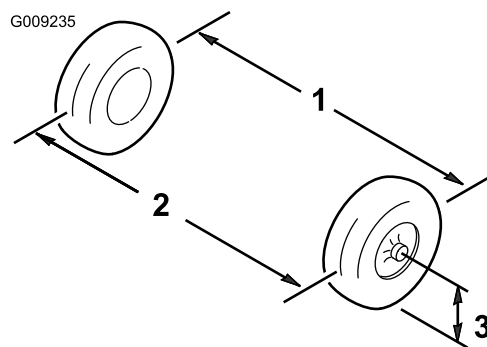

Рисунок 55
1. Измерьте расстояние между обеими передними шинами на уровне моста, с передней и задней стороны передних шин (Рисунок 55).